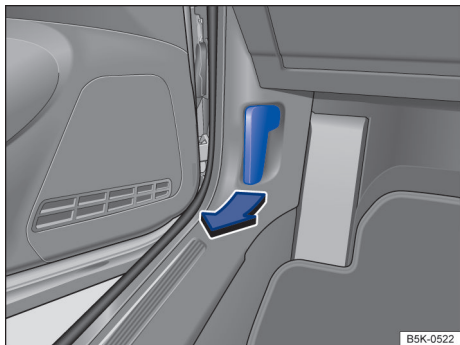

Fig. 187 Na área para os pés no lado do condutor: alavanca de destravamento da tampa do compartimento do motor.
- Abrir a porta do condutor e puxar a alavanca de destravamento no sentido da seta → Fig. 187. A tampa do compartimento do motor salta para fora da trava do fecho pela pressão da mola → ⚠.
- Erguer a tampa do compartimento do motor, pressionar a alavanca de abertura e abrir totalmente → Fig. 187. A tampa do compartimento do motor é suportada pelo amortecedor a gás.